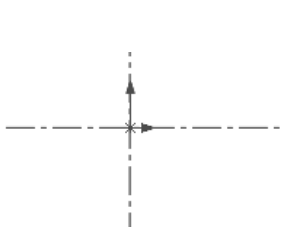

图 10.2 绘制中心线
Step 1 选择下拉菜单 **工具(T)** → **草图绘制实体(K)** → **中心线(M)** 命令，在图形区绘制图 10.2 所示的无限长的中心线。